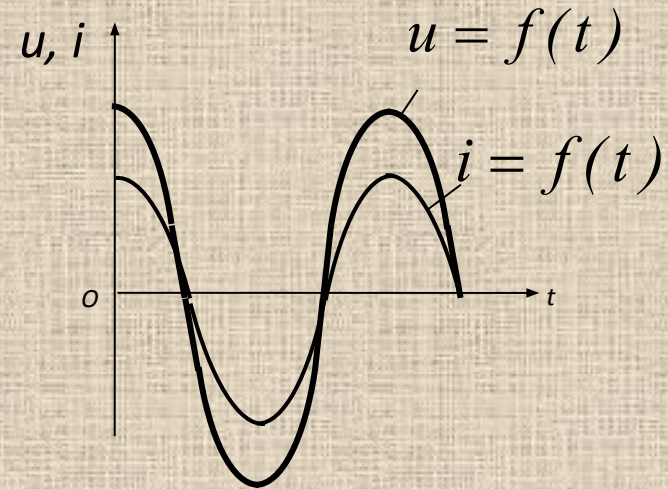

Рис. 3
Очевидно, что при чисто активном (R) характере цепи сдвиг фаз колебаний тока и напряжения равен нулю (рис. 3).